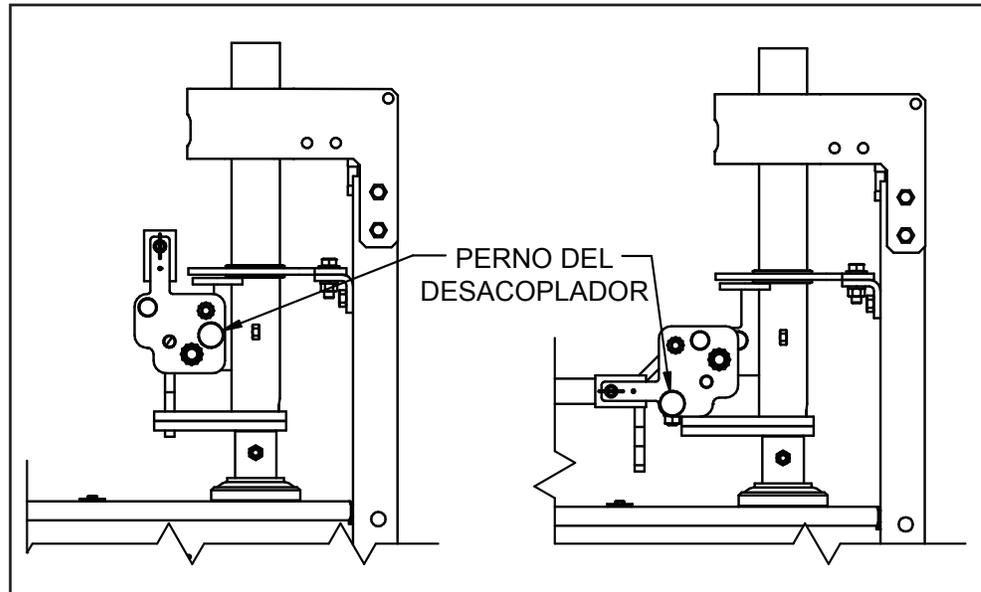

Figura 13. Mecanismo de desacoplamiento del operador giratorio.
- (e) Remueva la clavija de la palanca del mecanismo de desacoplamiento. Vea la Figura 13 en la página 24.